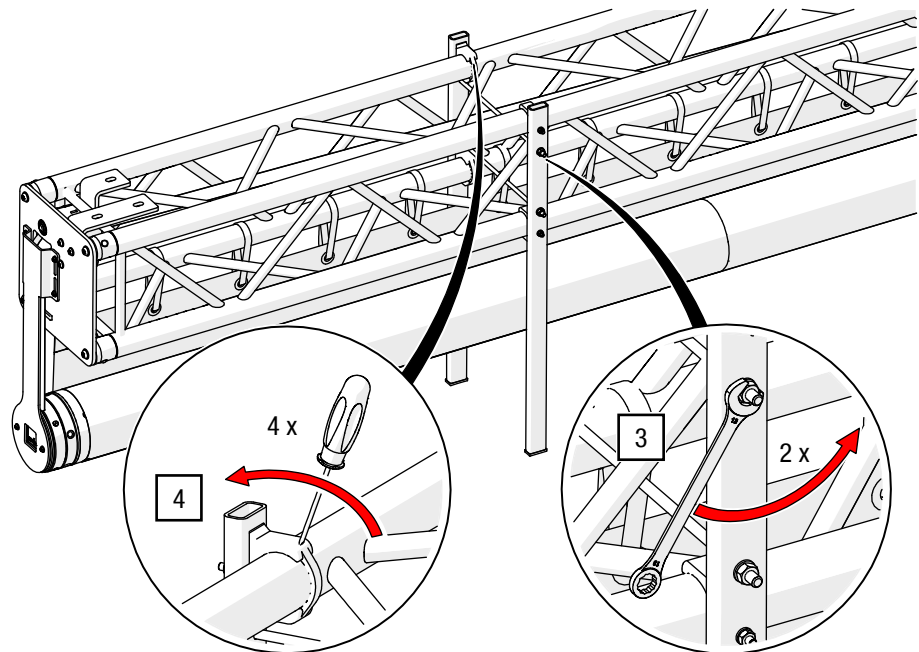

Abb. 14: Transportfüße lösen
3. Lösen Sie die Verschraubung der Gewindestangen einseitig mit einem Sechskant SW 13 (siehe Abb. 14).
4. Lösen Sie die Rohrschellen an beiden Transportfüßen, indem Sie die Rohrschellen mit einem Schlitzschraubenzieher aufhebeln (Ausführung der Rohrschellen kann je nach Hersteller variieren; siehe Abb. 14).